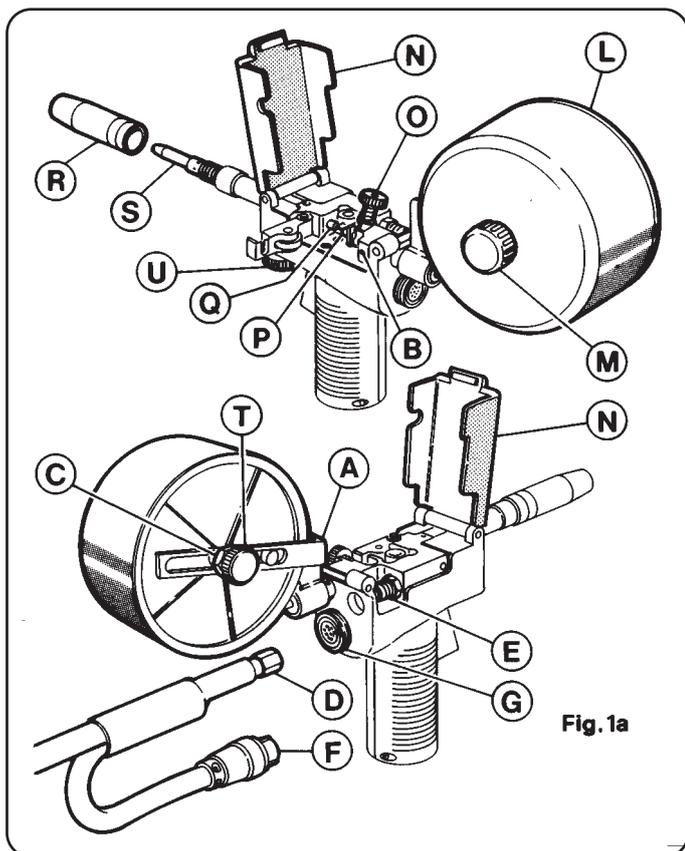

Fig. 1a
- Agir sur la manette du potentiomètre (U) fig. 1a et 1b jusqu'à obtenir une soudure émettant un bruit constant et continu.